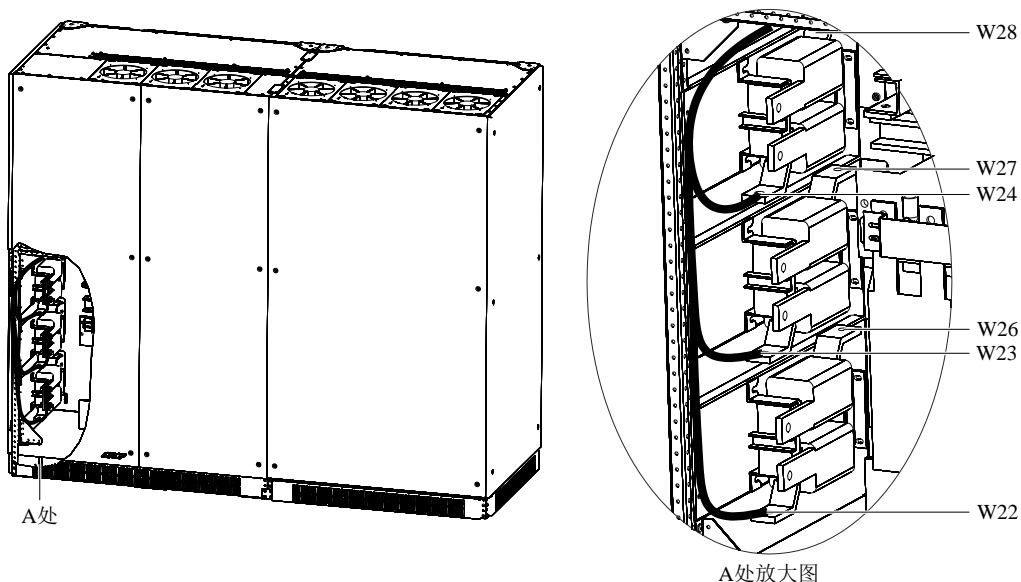

图8-9 400kVA（12脉）UPS 旁路电感安装位置示意图
3. 将安装完毕后的电感安装板固定在整机上，见图 8-9 所示。